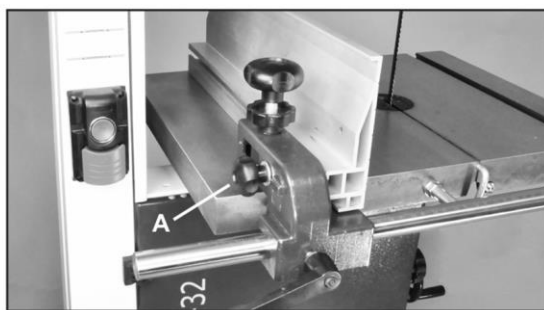

Рис. 6
2. Установите узел крепления параллельного упора (#9F) на направляющую планку параллельного упора. Рис. 6.
3. Установите съемный параллельный упор (#18F) на держатель параллельного упора и зафиксируйте его на месте, затянув ручку фиксации параллельного упора (#7F), которая расположена на держателе с противоположной от ограждения стороны. Рис. 6, А.